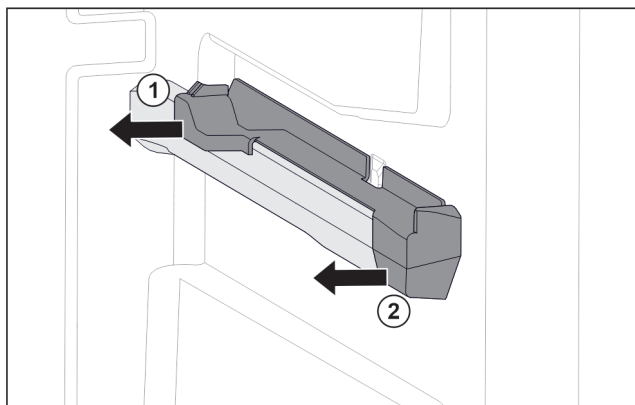

Fig. 86 Élément emboîtable sur la nervure de récipient droite
- Le retirer sur le côté par l'arrière. Fig. 86 (1)
- Le retirer sur le côté par l'avant. Fig. 86 (2)